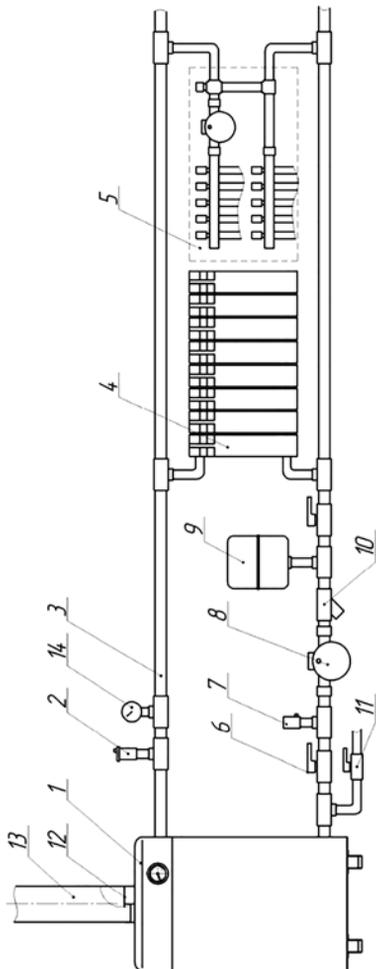
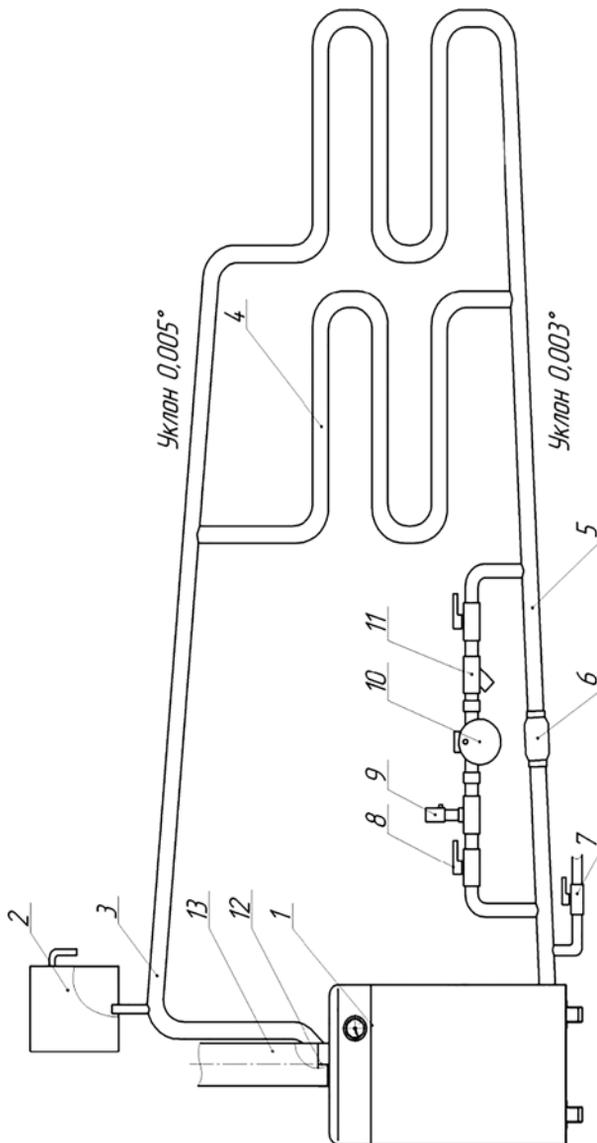

Рисунок 3. Рекомендуемая схема закрытой системы отопления.
Рисунок 4. Рекомендуемая схема открытой системы отопления.
- 8.4. Система должна быть полностью заполнена теплоносителем, автоматический вывод воздуха происходит по средствам воздушного клапана (поз.2 рис.3), вывод воздуха из радиаторов отопления (поз.4 рис.3) осуществляется вручную при заполнении системы и перед началом отопительного сезона. В открытой системе отопления вывод воздуха происходит через расширительный бак (поз.2 рис.4).
- 8.5. Смесительно-распределительный узел системы «теплый пол» (поз.5 рис.3) позволит более четко контролировать температуру теплоносителя во всех ветках системы.
- 8.6. Подготовка циркуляционного насоса (поз.8 рис.3; поз.10 рис.4) к работе и его техническое обслуживание:
- 8.7. При работе системы отопления краны (поз.6 рис.3) на трубопроводе должны быть открыты.
- 8.8. В обратный трубопровод отопления присоединяется расширительный бак закрытого типа (поз.9 рис.3). Подбор расширительного бака необходимо вести с учетом объема теплоносителя в котле плюс в отопительной системе, принять бак объемом не менее 10% от этой суммы. Установку бака открытого типа (поз.2 рис.4) рекомендуется осуществлять в подающий трубопровод.
- 8.9. Обязательно в закрытую систему установить предохранительный клапан (поз.7 рис.3) с величиной срабатывания не более 0,15 МПа и манометр (поз.14 рис.3), допускается установка компонентов в составе группы безопасности.
- 8.10. Для заполнения и подпитки системы к обратному трубопроводу подвести трубопровод от водопровода холодной воды с установкой вентиля (поз.11 рис.3; поз.7 рис.4).
- 8.11. При первом заполнении системы по показанию манометра (поз.14 рис.3) наберите давление 0,05-0,1 МПа, при работе и нагреве котла это число возрастет. При заполнении открытой системы следите за уровнем теплоносителя в расширительном баке (поз.2 рис.4), уровень должен составлять 1/3 объема бака, при нагреве уровень увеличится.
Примечание: Автоматический переход с принудительной на естественную циркуляцию теплоносителя произойдет в случае установки под байпас обратного клапана (поз.6 рис.4), если установлен вентиль, то переход осуществляется открытием вентиля.
- 9.1. При присоединении дымоотводящего канала к котлу, труба (поз.13 рис.3) должна плотно одеваться на обечайку (поз.12 рис.3) дымохода котла. Допускается уплотнить щель огнестойким материалом (глина, базальтовый картон и т.п).